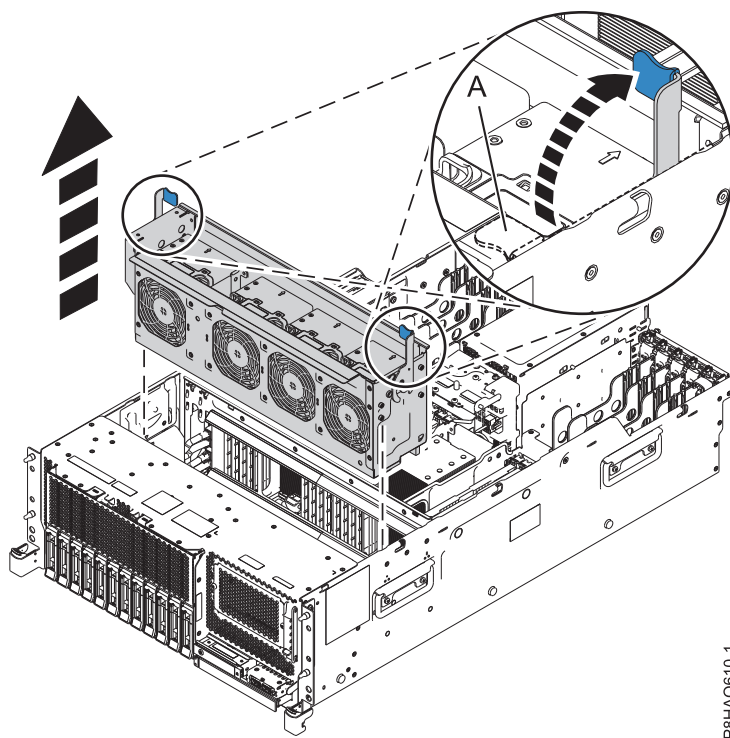
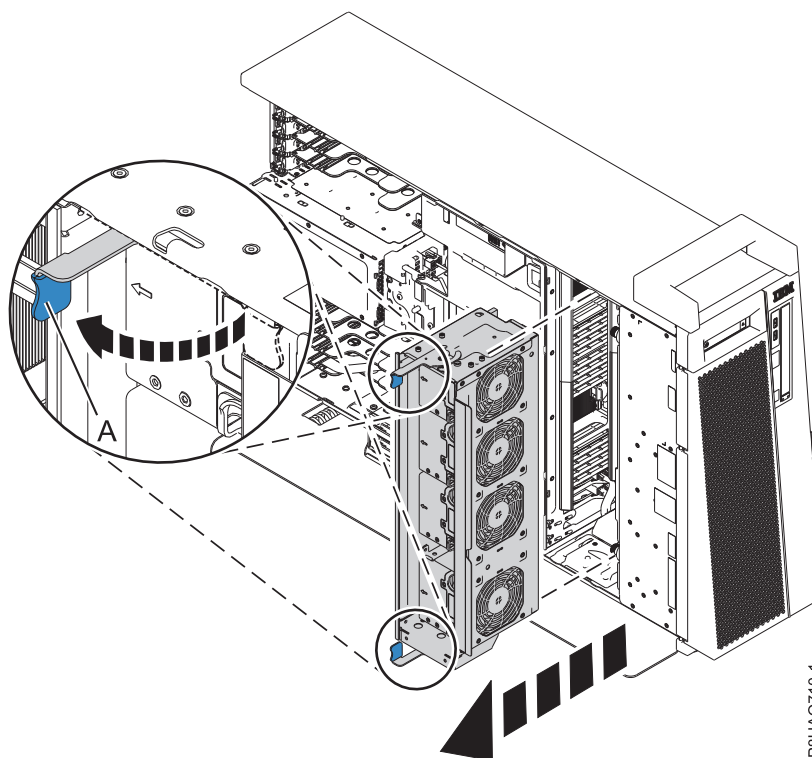

Figura 7. Removendo o compartimento do ventilador de um sistema montado em rack
Figura 8. Removendo a montagem do compartimento do ventilador de um sistema independente
- a. Libere as travas de ponto de contato azuis (A), puxando-as para cima, conforme mostrado na Figura 7 na página 12. Essa ação desprende o compartimento do ventilador.
- b. Puxe o compartimento do ventilador para fora do sistema, segurando as travas de ponto de contato azuis (A).
- a. Libere as travas de ponto de contato azuis (A) puxando-as para fora, conforme mostrado na Figura 8 na página 12. Essa ação desprende o compartimento do ventilador.